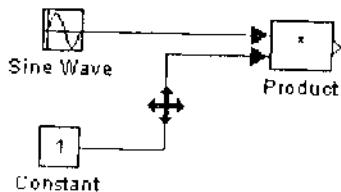

图 6-40
(2) 按下鼠标按钮, 这时鼠标指针变成十字形, 如图 6-40 所示。